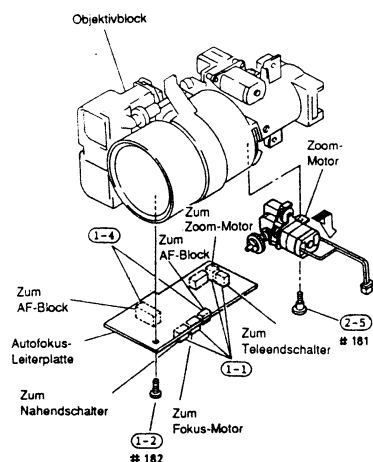

Abb. 2-101
- 1) Vier (4) Stecker von der Autofokus-Leiterplatte abtrennen (siehe Abb. 2-101).
- 2) Eine (1) Befestigungsschraube der Autofokus-Leiterplatte entfernen.
- 4) Zwei (2) Stecker von der Autofokus-Leiterplatte ablöten.
- 5) Eine (1) Befestigungsschraube des Zoom-Motors entfernen (siehe Abb. 2-101).
- 1) Den Stecker von der Autofokus-Leiterplatte abtrennen (siehe Abb. 2-101).